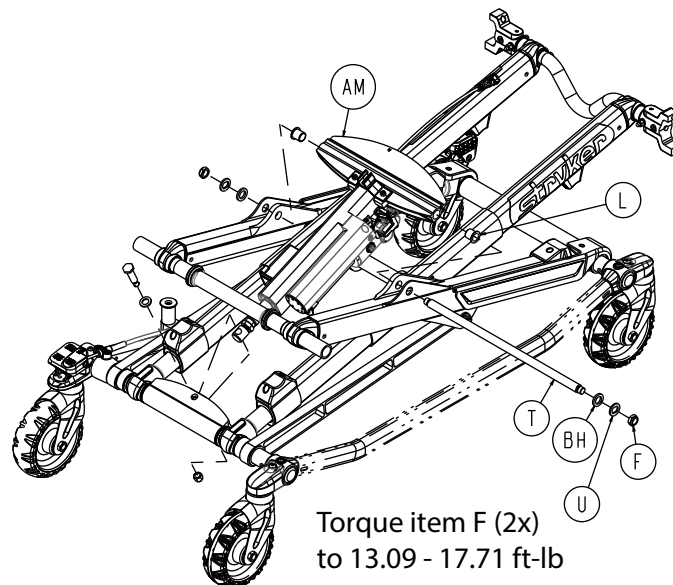

Figure 107 – Composants de l'ensemble de levage
10. À l'aide de deux clés mixtes de 3/4 po, retirer l'écrou hexagonal Nylock (F), la rondelle D (U) et la rondelle (BH) (Figure 107). Conserver toutes les pièces.
11. À l'aide d'un petit poinçon, pousser le tube transversal de la barre de redressement (T) à travers l'ensemble de câble externe de la jauge de contrainte HBC (AM) (Figure 107). Retirer et conserver le tube transversal de la barre de redressement et les roulements à bride (L).